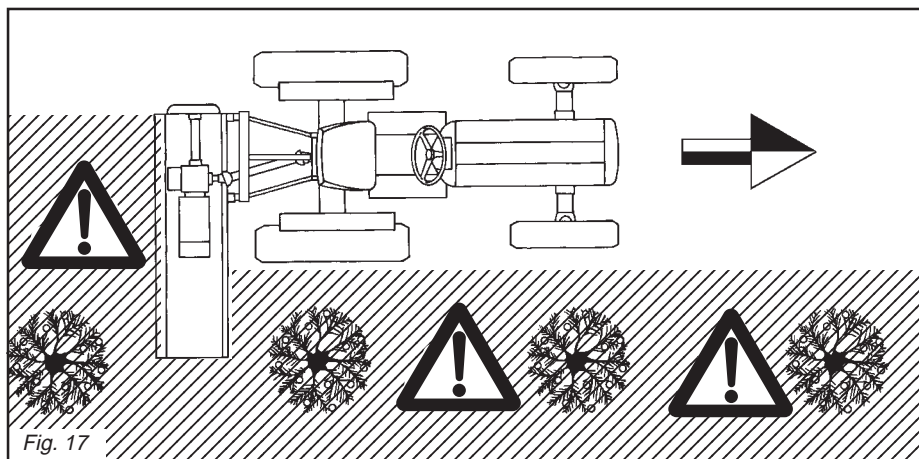

Fig. 17
*case the driver must take great care to ensure that no-one comes close to the machine, in particular the area indicated by the dotted lines (fig.17), while it is operating.*
der Maschine zu verwenden. Der Bediener muß deshalb während der Arbeit darauf achten, daß sich niemand annähert. Das gilt besonders für den Bereich in Abb.17, der schraffiert ist.
*tion à ce que personne ne s'approche pendant le travail et notamment à la zone hachurée sur la figure 17.*